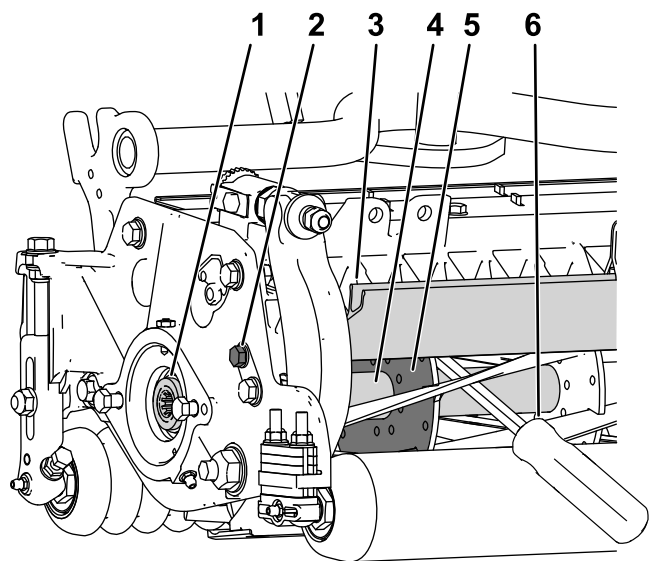

Figura 28
1. Desaperte o parafuso do resguardo no lado esquerdo da unidade de corte e eleve o resguardo traseiro (Figura 28).
2. Insira um pé de cabra de cabo longo (recomendado $\frac{3}{8}$ pol. x 12 pol. com pega de chave de parafusos) através da traseira do cilindro de corte, o mais próximo do lado da unidade de corte que irá apertar (Figura 28).
3. Coloque o pé de cabra contra o lado soldado da placa de suporte do cilindro (Figura 28).